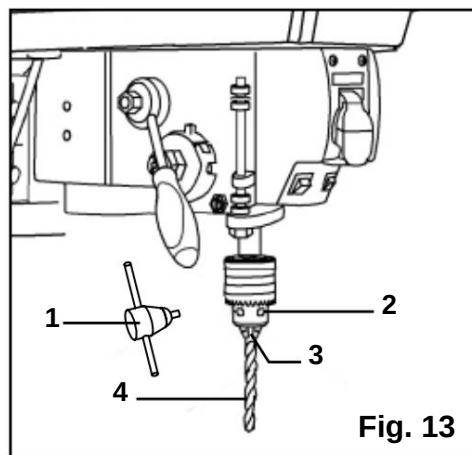

Fig. 13
INSTALLERA EN BORR (FIG. 13)
1. Placera chucknyckeln (fig. 13 - 1) i sidonyckelhålet på chucken (fig. 13 - 2), i ingrepp med nyckeln med kugghjulens tänder.
2. Vrid chucknyckeln moturs för att öppna chuckbackarna (fig. 13 - 3).
3. Sätt in en borrhöns (fig. 13 - 4) i chucken tillräckligt långt för att få maximalt grepp av chuckbackarna på bitskaftet.